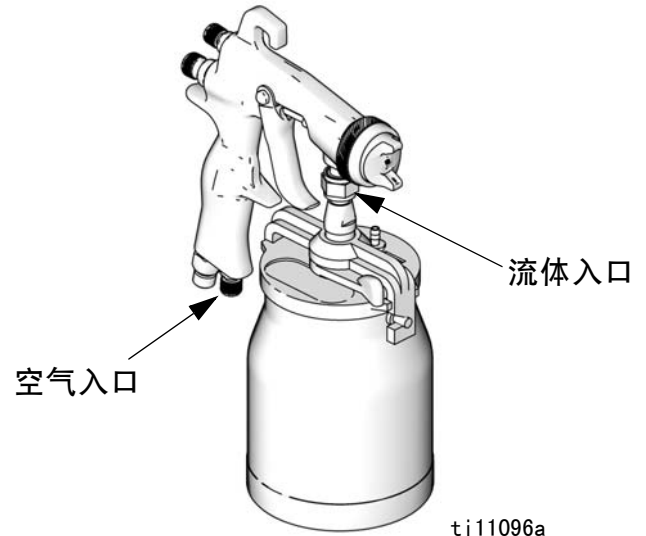

图 1
4. 将清洁、干燥、经过过滤的供气连接到空气入口管接头。参见图 1